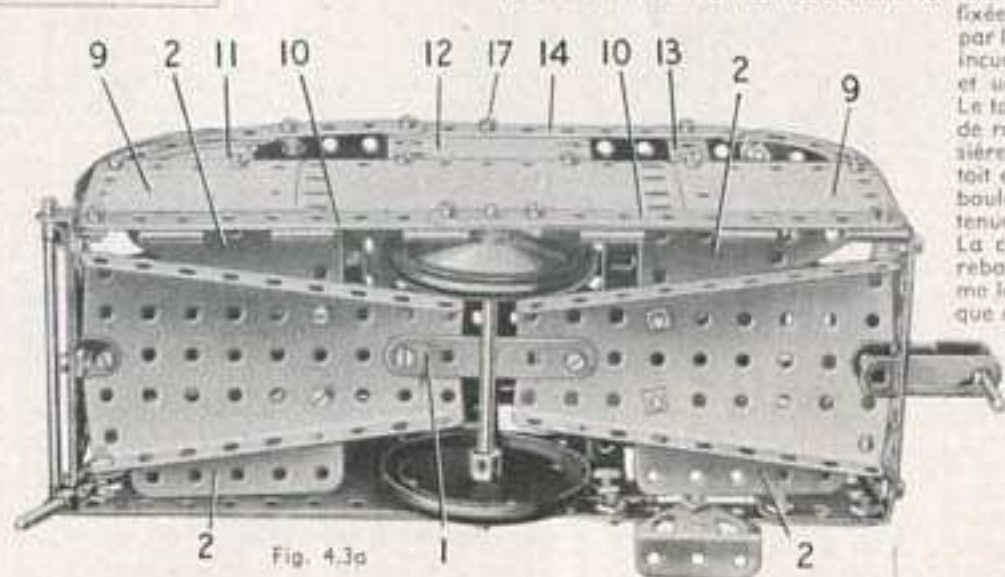

Fig. 4.3a
Deux plaques flexibles triangulaires de 6 x 4 cm. (2) sont boulonnées sur chaque plaque-secteur. Le côté du modèle qui apparaît sur la vue générale est constitué par une plaque flexible de 14 x 6 cm. et une de 11,5 x 6 cm. qui se recouvrent sur 7 trous, ainsi que par une plaque flexible de 6 x 4 cm. Les plaques sont boulonnées sur deux bandes de 11 trous (3) qui se recouvrent sur trois trous. Le bord supérieur de ce côté est constitué par une bande de 11 trous (4) prolongée par une bande de 5 trous qui la recouvre sur trois trous; la bande ainsi obtenue est reliée aux plaques flexibles de chaque extrémité par une bande incurvée épaulée. Les châssis des fenêtres sont constitués par une bande de 5 trous (5), une bande coudée de 60 x 12 mm. (6), une plaque à rebords de 38 x 63 mm. (7) et une plaque semi-circulaire (8). Sur un côté de la porte, une rampe est formée d'une tringle de 5 cm. tenue dans des raccords de tringle et bande à angle droit. Le côté qui apparaît sur la figure 4.3a est constitué par les deux moitiés (9) d'une plaque à charnière boulonnées sur une plaque flexible de 11,5 x 6 cm. et sur deux bandes de 11 trous (10) qui se recouvrent sur trois trous. Les châssis des fenêtres sont constitués par une plaque semi-circulaire (11), une plaque flexible de 6 x 6 cm. (12) et une bande coudée de 60 x 12 mm. (13). Le rebord supérieur du toit est une bande (14) composée d'une bande de 11 trous et d'une de 5 trous qui se recouvrent sur trois trous; les extrémités sont des bandes incurvées épaulées. Les côtés sont réunis à chaque extrémité par une bande de 7 trous (15) fixée sur des équerres. Une extrémité consiste en une plaque flexible de 6 x 6 cm. et une de 6 x 4 cm. et l'autre en deux plaques flexibles de 6 x 6 cm. Les fenêtres des extrémités incurvées sont formées par des bandes cintrées à glissières boulonnées sur les plaques flexibles; chaque bande cintrée est prolongée par une bande de 5 trous boulonnée sur une bande de 11 trous (16). Les bandes (16) sont fixées aux côtés par des équerres renversées tenues par les boulons (17). Le montant central de la fenêtre incurvée est une bande de 5 trous à une extrémité et une bande coudée de 60 x 12 mm. à l'autre. Le toit consiste en deux plaques cintrées de 43 mm. de rayon (18) fixées sur les bandes cintrées à glissières par des supports plats. La partie centrale du toit est une plaque à rebords de 14 x 6 cm. qui est boulonnée sur les rebords des équerres renversées tenues par les boulons (17). La carrosserie est fixée sur les plaques-secteur à rebords par une équerre et un support double comme le montre la figure 4.3a. Le dispositif de remorque est une chape munie d'une tringle de 5 cm. qui sert également de support à une des extrémités de la caravane. A l'autre extrémité, le support est une tringle de 2,5 cm. tenue dans un raccord de tringle et bande boulonné par contre-écrous sur l'une des plaques-secteur à rebords.